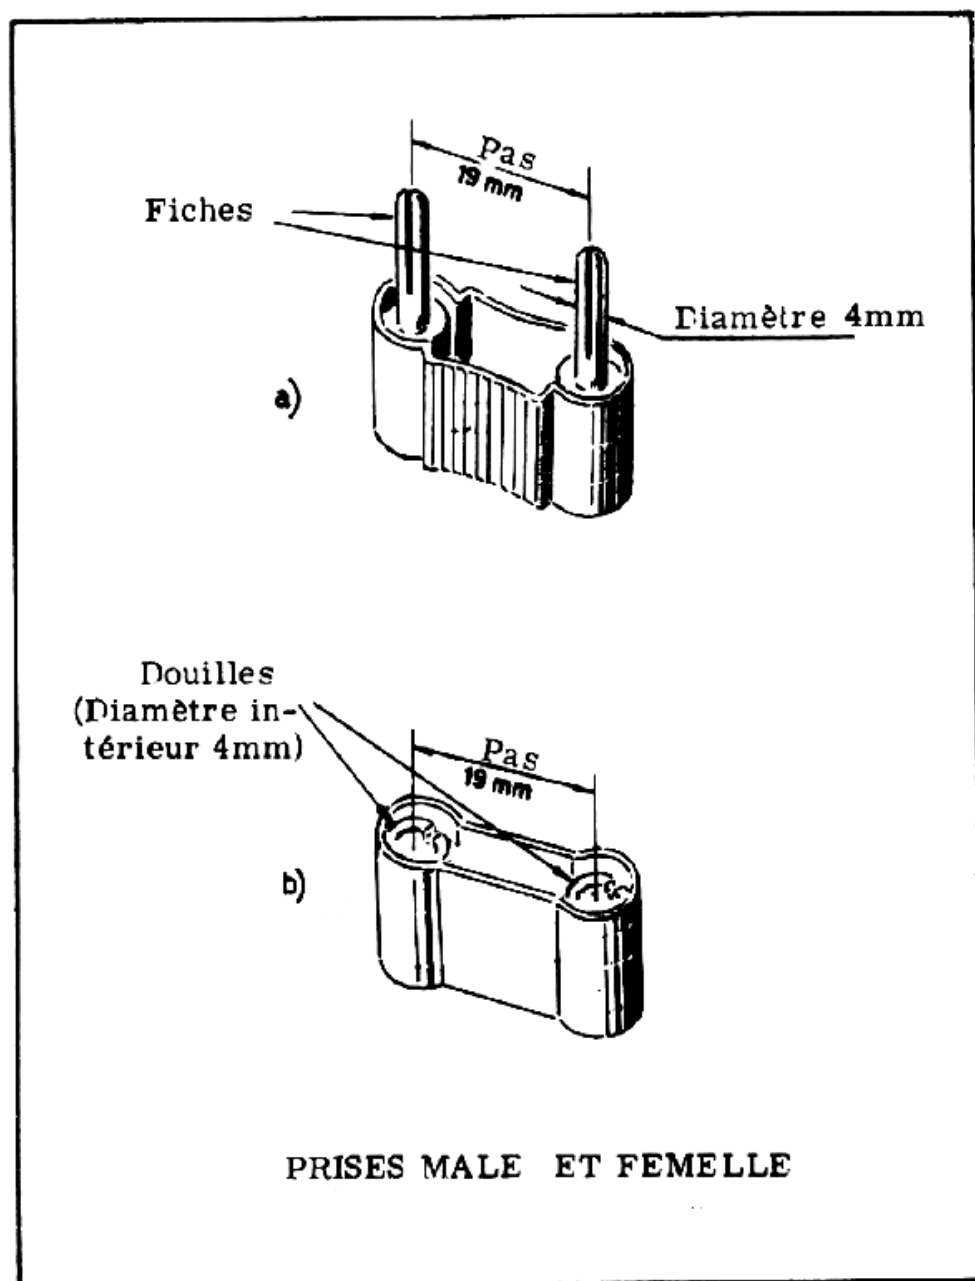

Figure 2
- *Prise mâle (figure 2 - a)* formée par un corps isolant sur lequel sont fixées deux fiches de cuivre ; les fiches sont fendues dans le sens de la longueur jusqu'à une certaine distance de l'extrémité filetée de manière à avoir un peu d'élasticité. La prise est caractérisée par son *PAS*, c'est-à-dire par la distance entre les axes des deux fiches ; dans notre cas cette distance est de 19 mm et le diamètre des fiches est de 4 mm.
- *Prise femelle (figure 2 - b)* pourvue de deux douilles en cuivre vissées sur un support en bakélite ; le diamètre des douilles ainsi que la distance entre leurs axes correspondent à ceux de la prise mâle.